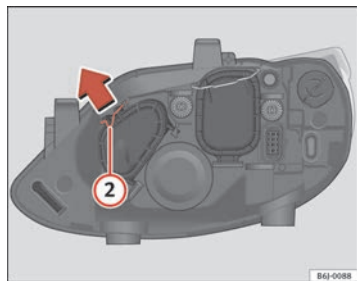

Abb. 137 Fernlicht
- Die Strebe ② in Pfeilrichtung verschieben und den Deckel abnehmen ⇒ Abb. 137.